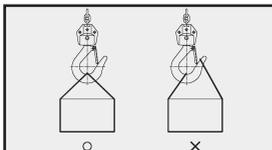

Bild 3.3
8. Tragkonstruktionen, Anschlagmittel, Aufhängungen, Traversen etc. hinsichtlich Tragfähigkeit und Beschaffenheit der geforderten Belastungen durch Sachkundigen prüfen. Richtiges Anschlagen beachten (**Bild 3.3**)